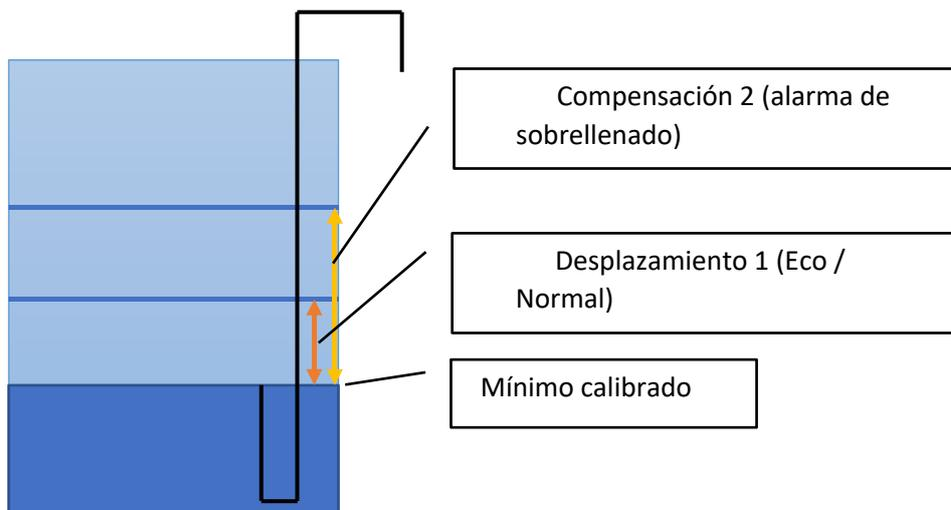

Figura 4: Tanque de pretratamiento con elevador de aire de llenado y mínimo calibrado, Offset 1 y 2
- o Medición de nivel mediante llenado. Si está por debajo del nivel de conmutación 1 = > eco (ver Figura 4)